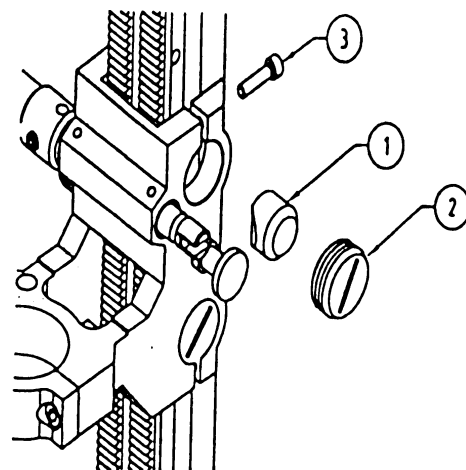

Рис. 5-1 Направляющие колодки
5.2.1 Регулировка сухарей скольжения (рисунок 5-1)
5.2.2 Замена сухарей скольжения (рисунок 5-1)